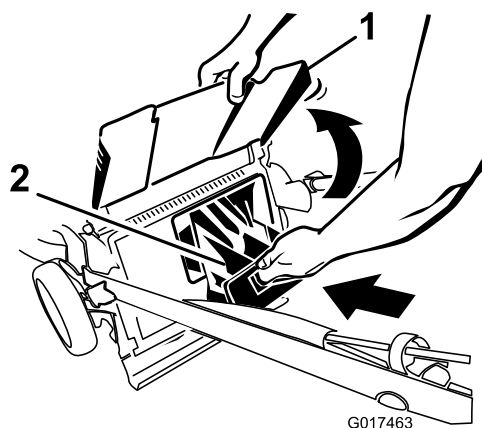

Figure 24
**Important:** Vérifiez que l'obturateur de la goulotte arrière est verrouillé en place. Pour verrouiller l'obturateur, relevez le volet arrière (Figure 24), appuyez fermement sur l'obturateur jusqu'à ce qu'il s'enclenche en position derrière les pattes, et tournez le levier situé sur l'obturateur vers la gauche (Figure 25).